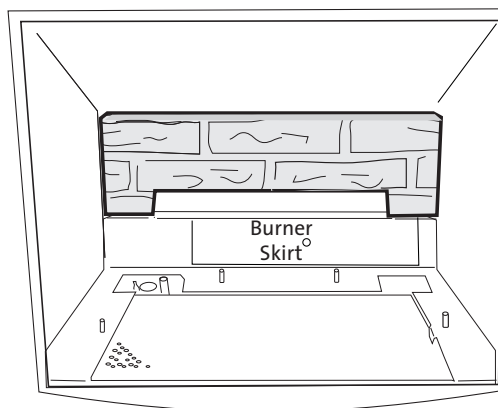

Figure 42. Installez le panneau inférieur
5. Positionnez-le contre le mur arrière, en appuyant sur la jupe du brûleur. Fig. 42.